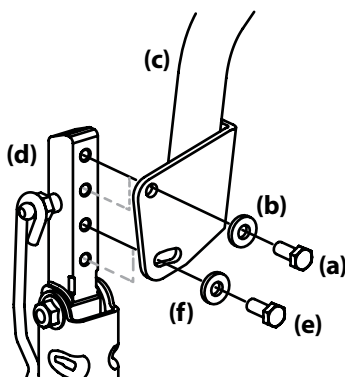

Figura 4-4
2. Sostenga la palanca de control de la transmisión par evitar que se caiga, extraiga el tornillo de cabeza hexagonal (e) y la arandela plana (f) de la parte inferior de la palanca de control de la transmisión (c) y haga descender el brazo (d). Consulte la Figura 4-4.
6. Si el tornillo de cabeza hexagonal (e) no está flojo, aflojelo y gire la palanca de control hacia adelante o hacia atrás a la posición deseada. Consulte la Figura 4-4.